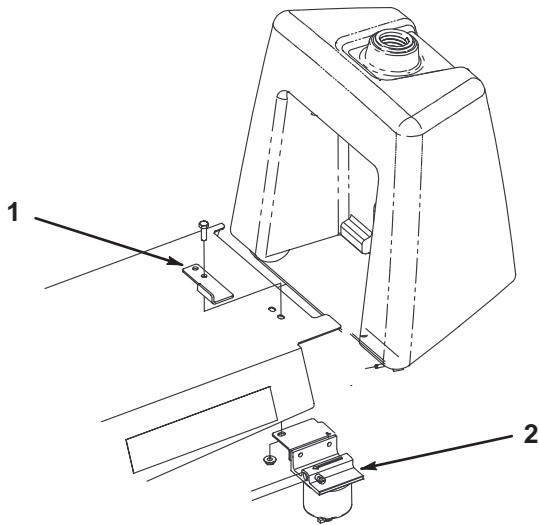

図 3
6. スタンダード・シートの場合は、以下の要領でシート・ストップを取り付ける(図3)。
- C. 外したキャップスクリューとナット、および付属部品(5/16×1キャップスクリューとナットを使って、シート・ストップと水セパレータとをスカートの裏側に固定し、ストップの位置を図3のように調整する。